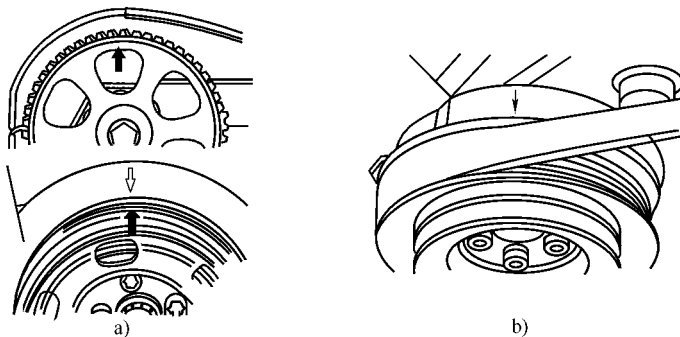

图 3-1 发动机第一缸压缩行程上止点标记
2) 拆卸前要先将发动机活塞转到第一缸压缩行程上止点,见图 3-1。